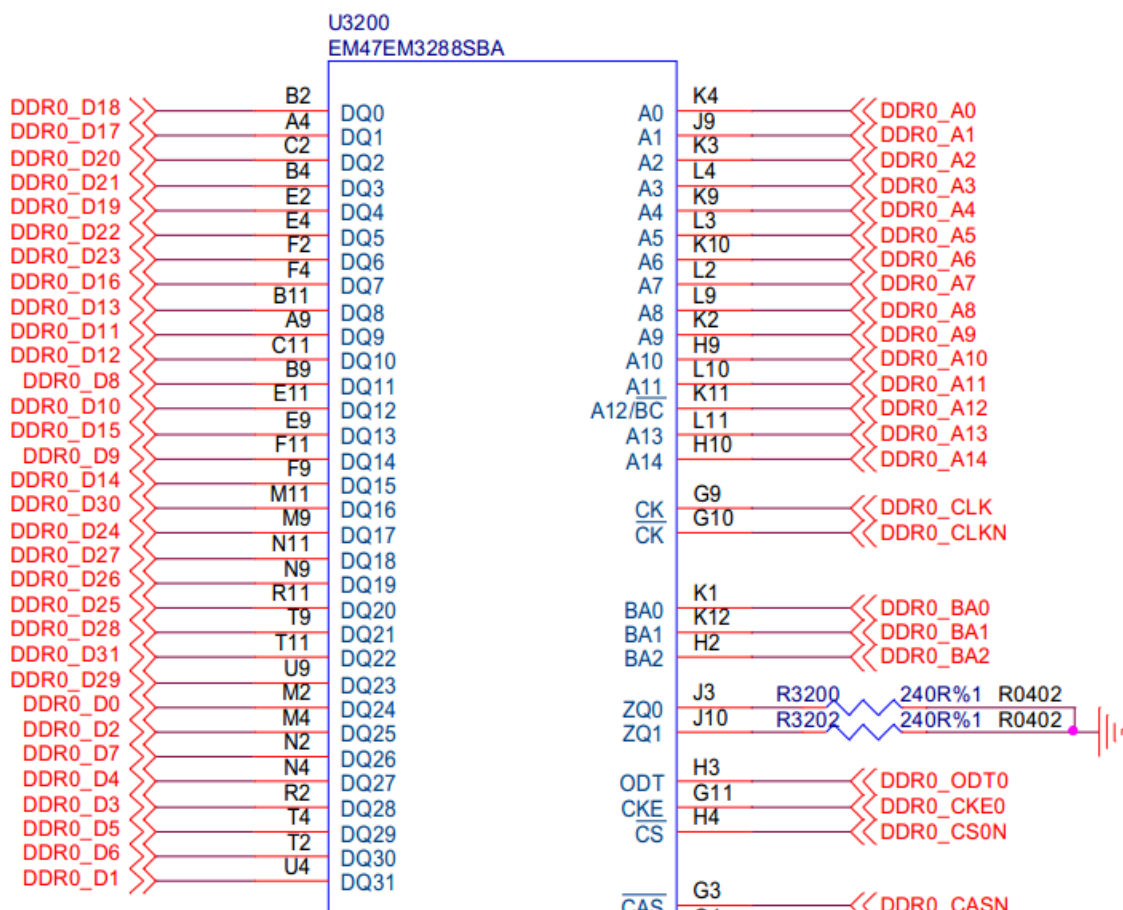

图 8-2
- 如果使用 DDR3，所有数据线（GROUP A、B、C、D）可以做组内调换（如 DDR0_D8~D15 随意调换顺序），或者是整组间调换（如 GROUP A 与 GROUP D 整组进行调换）根据实际需要任意调换，如图 8-2。